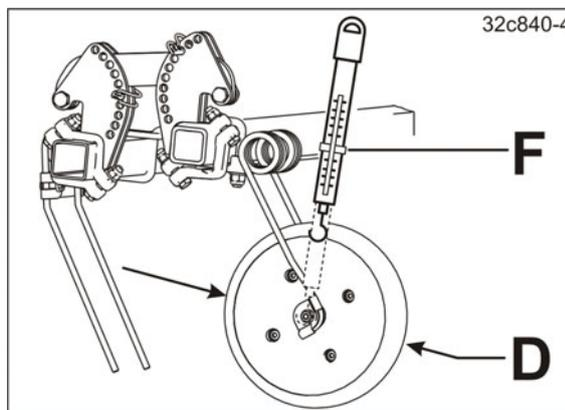

Рис. 196
6. Проверьте давление катков на почву, например, с помощью пружинных весов (см. Рис. 196).